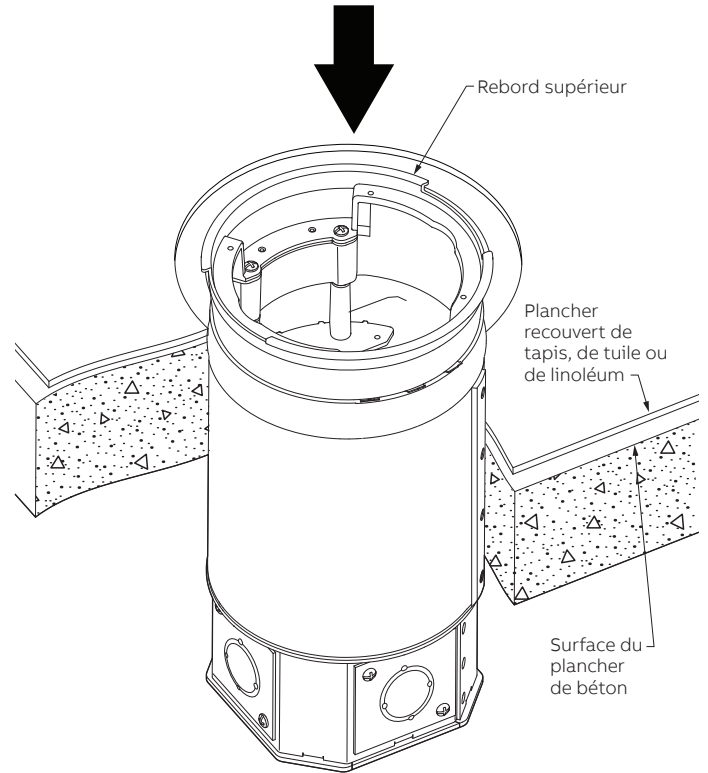

Figure 16
- 6.3 Insérez la boîte encastrable dans le trou, puis poussez jusqu'à ce que son **REBORD SUPÉRIEUR** touche le plancher de béton. (Voir figure 16).